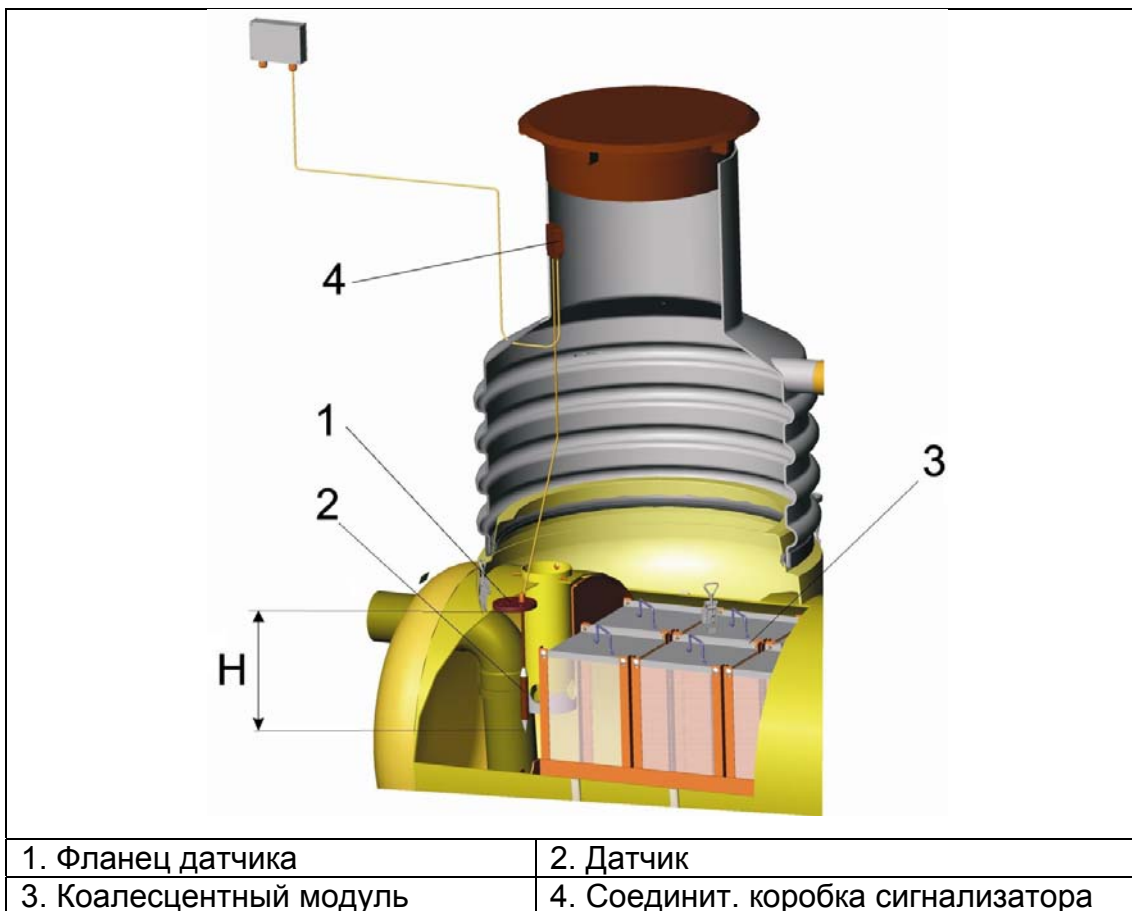

Рис. 7. Регулирование высоты датчика Н.
1. Проверить и при необходимости отрегулировать расстояние между концом датчика и крепежным фланцем датчика Н (см. рис.7) согласно таблицы 2.